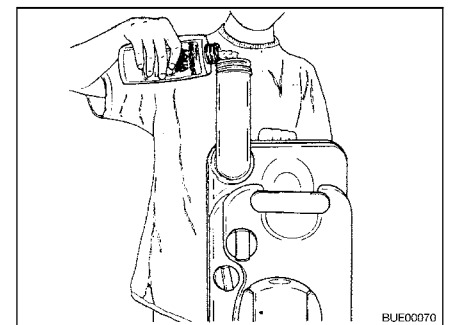

Fig. 290 Verter producto para sanitarios
- Rellenar la cantidad indicada de producto para sanitarios en el depósito de aguas fecales (Fig. 290).